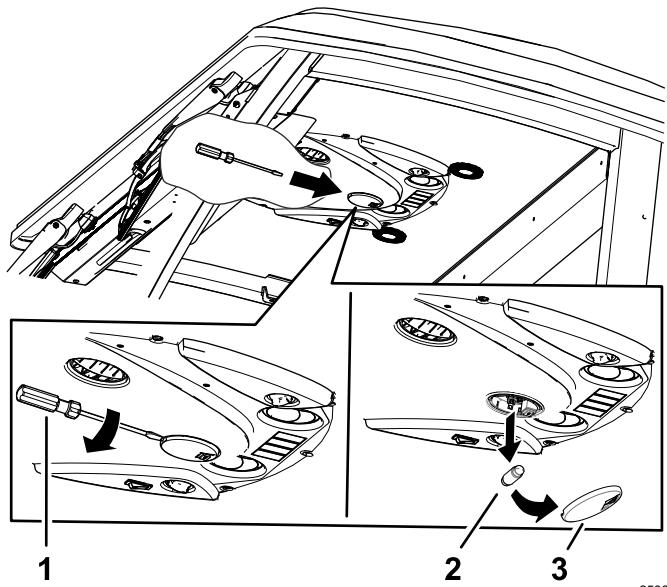

図 120
1. ねじ回しを使ってコントロールパネルからレンズを外す図 120。
2. ベースから電球を外す図 120。